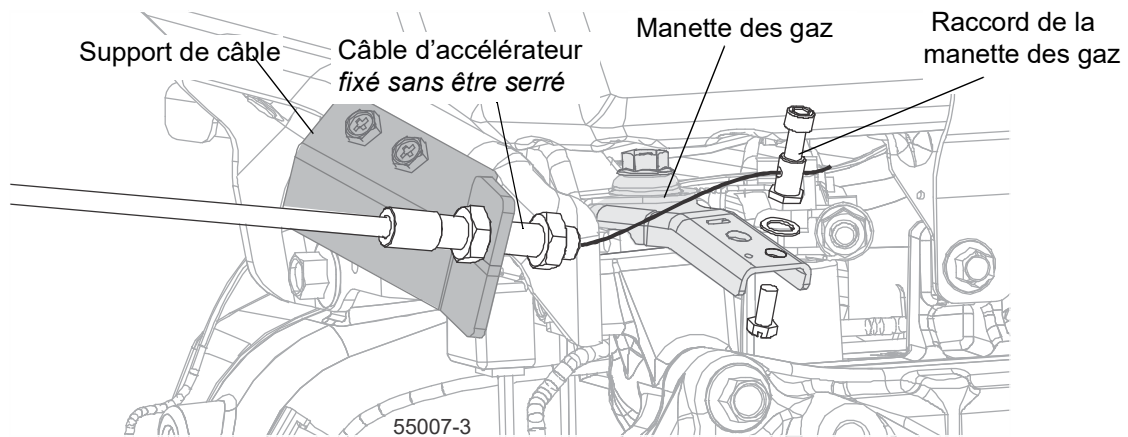

FIG. 3-23
2. Fixez sans serrer le câble d'accélérateur au support de câble. Voir Figure 3-23.
3. Insérez le raccord de la manette des gaz dans le support de la manette des gaz. Voir Figure 3-23.